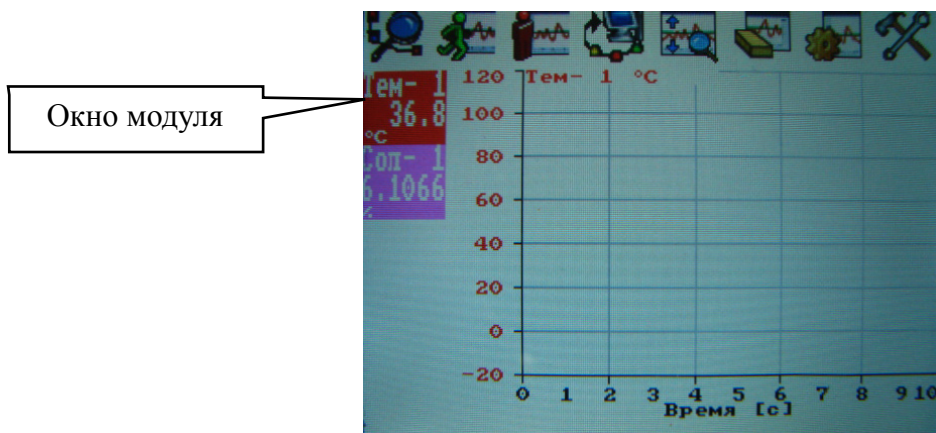

Рис. 2. Экран дисплея
4. Нажмите кнопку **Поиск модулей**  на панели инструментов. Через некоторое время в левом верхнем углу дисплея появятся окна измерительных модулей «Температура» и «Соленость» (рис.2).